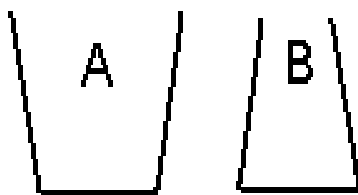

Рис. 50
4. Один литр воды налит в сосуды А и В (рис. 50), имеющие одинаковую площадь дна. В каком из этих сосудов вода закипит быстрее и почему?